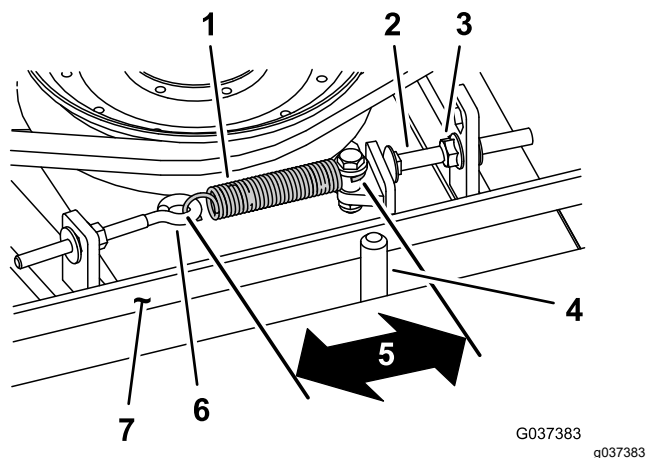

Figura 115
Quando a tensão estiver correta, a medida interior da mola de extensão (gancho a gancho) deverá ser de cerca de 8,3 cm a 9,5 cm. Logo que se obtenha a tensão correta da mola, ajuste o pino de fecho (parafuso da carroçaria) até haver uma folga aproximada de 2 a 5 mm entre a cabeça do parafuso e o braço intermédio (Figura 115).
Nota: Certifique-se de que correia está colocada no lado da mola do guia da correia (Figura 115).
2. Desaperte o parafuso com olhal (Figura 115).
3. Desaperte a porca flangeada que prende o pino de fecho à patilha de montagem e afaste a polia intermédia da correia (Figura 115).
9. Ligue a mola de extensão (Figura 115) ao parafuso de olhal e aplique a tensão na correia como se segue: